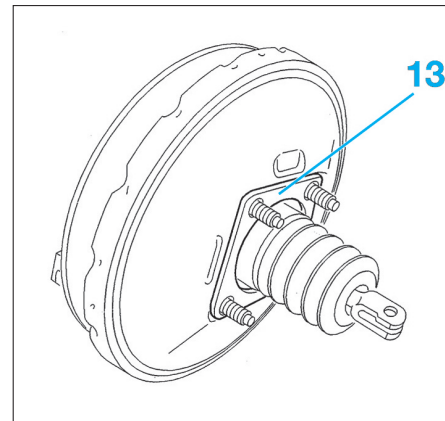

Fig. 9
- Coller un joint neuf (13) sur le servofrein (Fig.9).